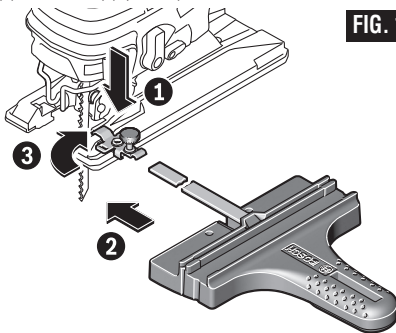

FIG. 11
3. Coloque el pomo o los pomos en el lado apropiado de la(s) abrazadera(s) y apriete firmemente el pomo o los pomos en la(s) abrazadera(s) (Fig. 11)
3. Apriete firmemente el pomo o los pomos de fijación en la(s) abrazadera(s) (Fig. 11)
8. Coloque el pomo o los pomos de fijación en el lado apropiado de la(s) abrazadera(s) y apriete firmemente el pomo o los pomos de fijación en la(s) abrazadera(s) (Fig. 11)